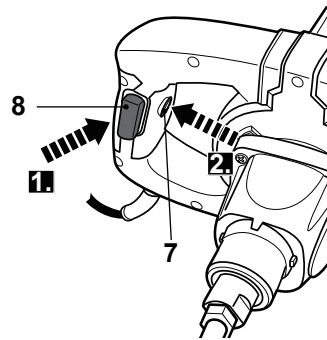

Fig. 12
>Encender el producto presionando el interruptor de encendido/apagado (8) y manteniéndolo en posición (Fig. 12, paso 1).
>Presionar el botón de bloqueo (7) y mantenerlo en posición para bloquear el interruptor de encendido/apagado (8) (Fig. 12, paso 2).